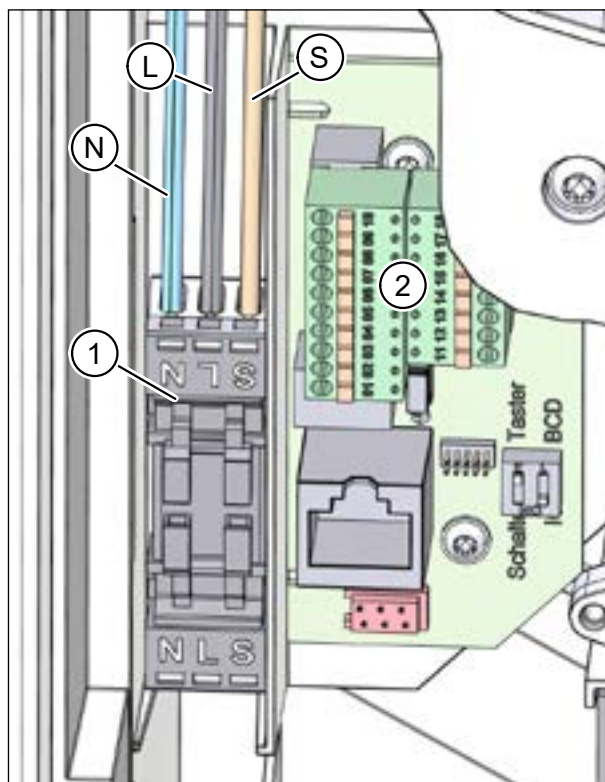

Рис. 47: подключить кабель электропитания и, при необходимости, кабель системы управления
- ▶ Подключите нулевой проводной кабель N (поз. N на рис. 47) и внешний проводной кабель L (поз. L на рис. 47) к разъему подключения (поз. 1 на рис. 47) на вентиляторе.
- ▶ При необходимости, подключите провод для внешнего входа управления (поз. S на рис. 47) к разъему подключения.
- ▶ При необходимости, подключите кабель системы управления на клемм-блоке (поз. 2 на рис. 47) панели для подключений (только для определенных видов установок, см. таб. 4 в разделе 10.9 на стр. 29).